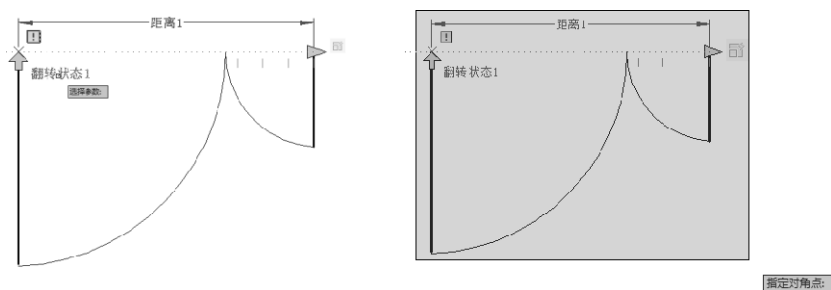

图 6-56 添加“翻转”动作
9) 在“块编写”选项板中单击“动作”选项卡→“翻转”按钮，将“翻转”参数作为与动作关联的参数，并选择要进行翻转的图形对象，如图 6-56 所示。